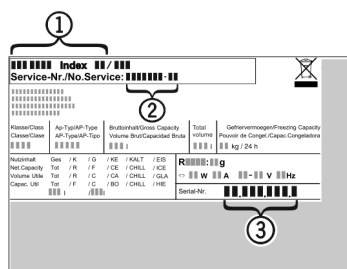

Fig. 9
► Aflæs apparatets betegnelse Fig. 9 (1), service-nr. Fig. 9 (2) og serie-nr. Fig. 9 (3) fra typeskiltet. Typeskiltet er anbragt på apparatets venstre inderside.
► Underret vores kundeservice og meddel fejlen, apparatets betegnelse Fig. 9 (1), service-nr. Fig. 9 (2) og serie-nr. Fig. 9 (3).